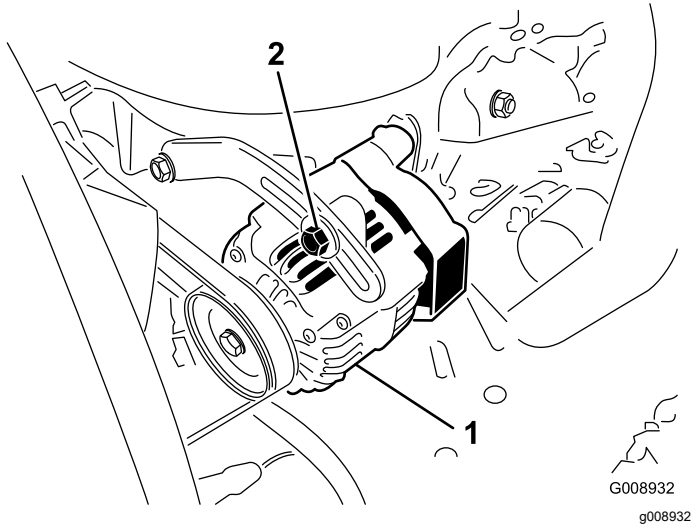

Figure 61
2. Si vous n'obtenez pas une flèche de 10 mm ($\frac{3}{8}$ po), desserrez les boulons de fixation de l'alternateur (Figure 61).